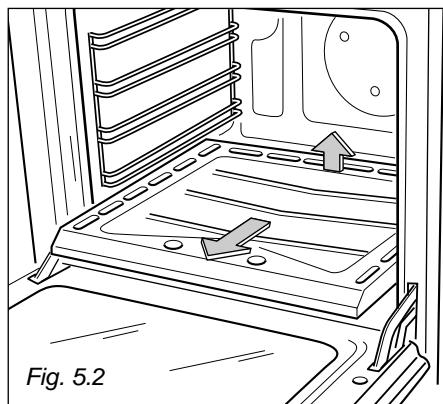

Fig. 5.2
- ✓ Para efectuar la conexión es necesario usar dos llaves (fig. 5.2).
- Levante y quite el fondo del horno (fig. 5.2)